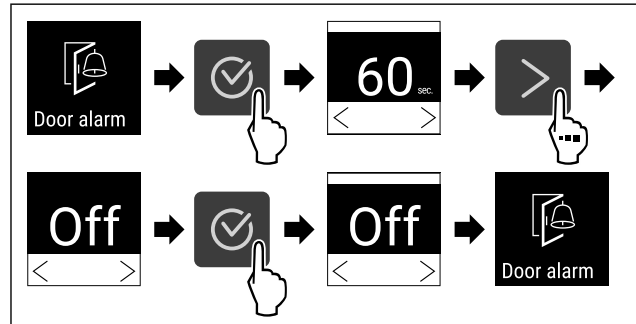

Fig. 106
- ▶ Провести етапи операцій (див. Fig. 106).